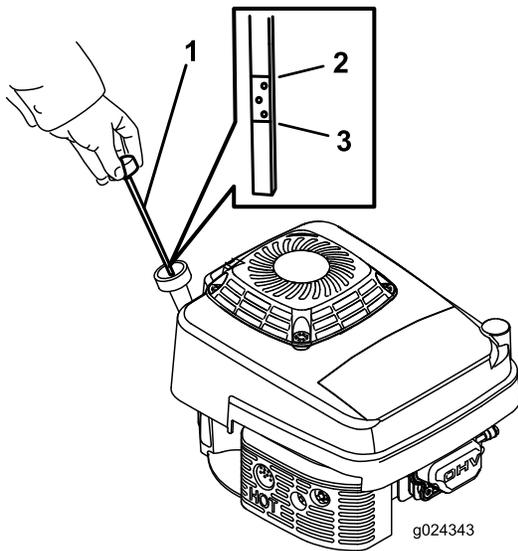

Figura 8
Antes de cada uso, compruebe que el nivel de aceite está entre las marcas Add (Añadir) y Full (Lleno) de la varilla (Figura 8).
- Limpié alrededor de la varilla (Figura 8).